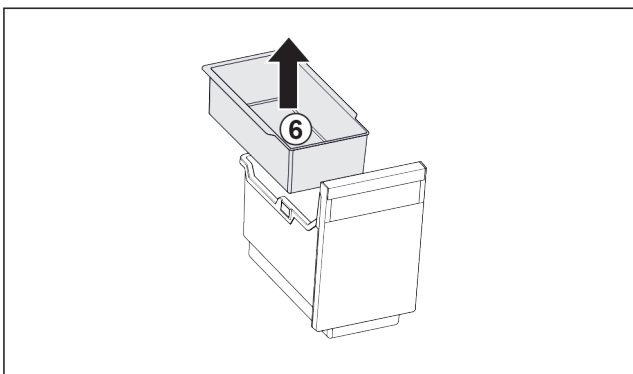

Fig. 90
- ▶ Võtke riputusliud Fig. 90 (6) välja.